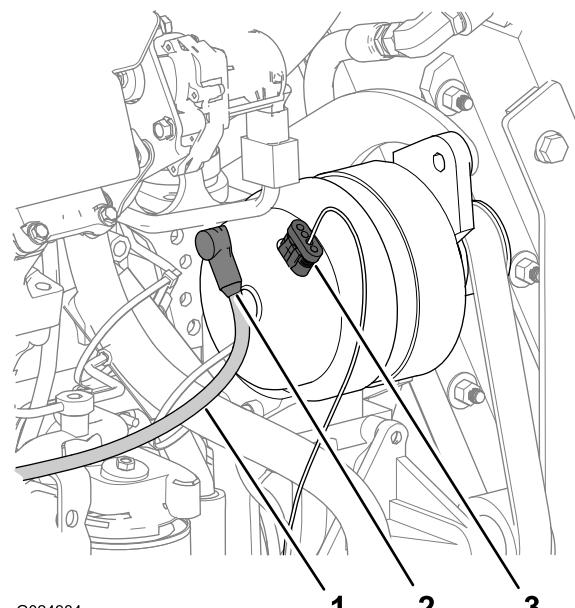

Figura 122
| 3. Retire el conector hembra de 4 vías del cable del sensor de voltaje del conector de 4 pinos de la parte superior del alternador (Figura 122). |
1. Retire la cubierta del terminal y del espárrago situados en la parte trasera del alternador (Figura 122).
2. Conecte el conector hembra de 4 vías del cable al sensor de voltaje del conector de 4 pines de la parte superior del alternador (Figura 122).
3. Conecte el terminal del cable de carga al espárrago de la parte trasera del alternador (Figura 122).
5. Alinee la cubierta del cable de carga sobre el terminal y el espárrago (Figura 122).